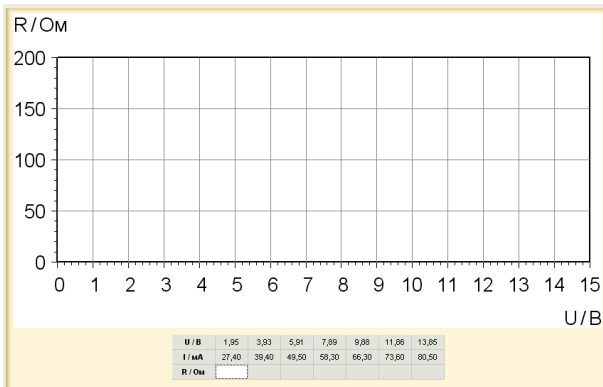

Рис. 6. Характеристика зависимости сопротивления от напряжения
22. Построить характеристику зависимости сопротивления от напряжения. Для этого вычислить значения сопротивления из значений тока и напряжения и внести их в таблицу (рис. 6).